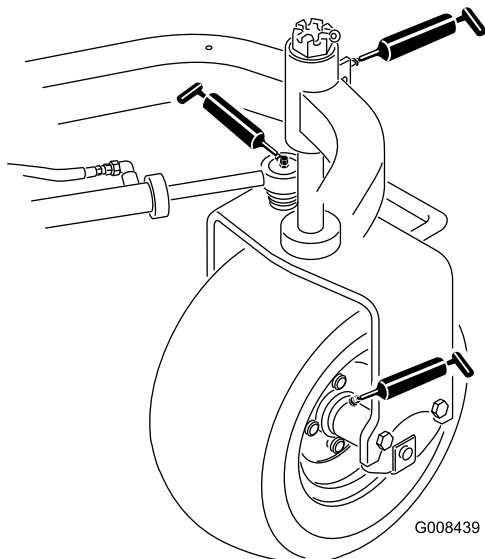

Figura 34
- Cubo da roda traseira (1) (Figura 34)
- Rolamento giratório (1) (Figura 34)
- Cilindro da direcção (2) (Figura 34)